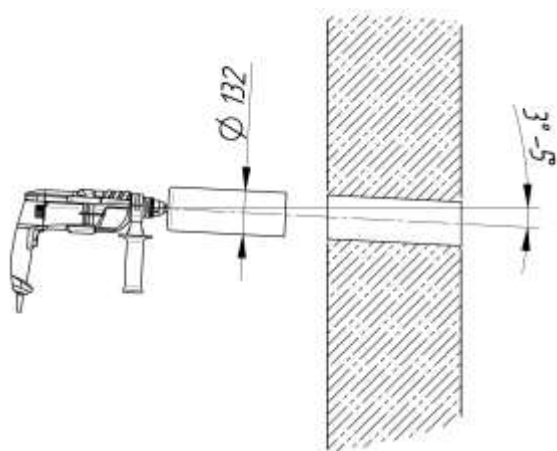

Рис. 13
2. Просверлите отверстие коронкой $\Phi 132$, обеспечив уклон канала 3-5 градуса в сторону улицы для стока конденсата, см. Рис. 13